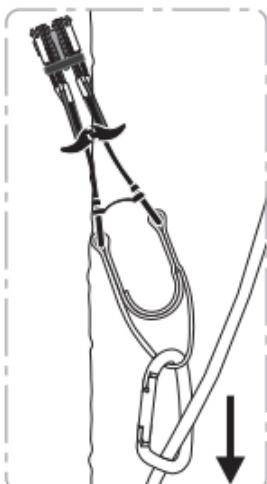

Figura 3
- Alinee el Totem Cam con la dirección prevista de la carga (**vea la figura 3**).